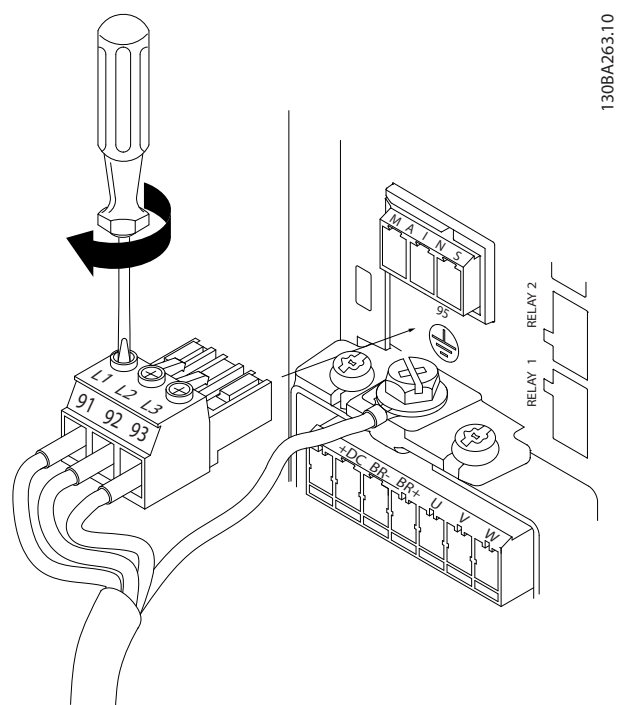

Ilustración 3.10 Montaje de la clavija de conexión de red
- Inserte los cables de red en la clavija de conexión de alimentación y apriete los tornillos, como se muestra en la *Ilustración 3.10*.